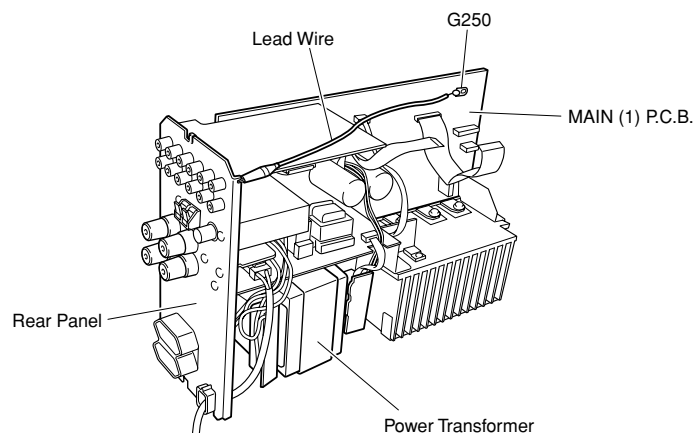

Fig. 4
- With the rear panel attached, set the Main P.C.B. on its side. At this time, set the Power Transformer on its side as well in Fig. 4.
- Using a lead wire or the like, connect G250 of the Main (1) P.C.B. with the rear panel in Fig. 4.
- MAIN P.C.Bをリアパネルがついた状態で、側面を下に置きます。この時、電源トランスも同様に、側面を下に置きます。(Fig. 4)
- リード線または同種のものを使用して、MAIN (1) P.C.B.のG250をリアパネルに接続します。(Fig. 4)